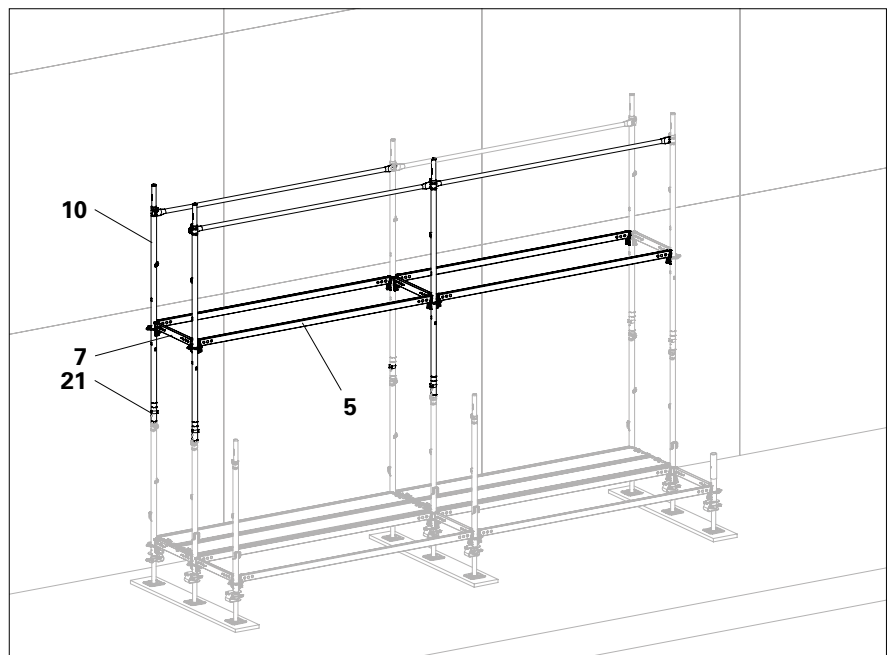

Abb. A3.04
7. Easy Stiele mit Horizontalriegel UH-2 (**5**) längs verbinden. Alle Keile fest-schlagen. (Abb. A3.04)